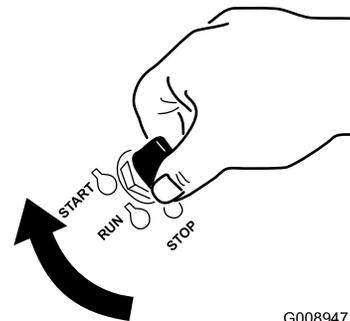

Bild 18
1. Drehen Sie den Zündschlüssel auf die START-Stellung (Bild 18).
5. Drehen Sie den Zündschlüssel auf die START-Stellung (Bild 18). Lassen Sie den Schlüssel los, wenn der Motor anspringt.